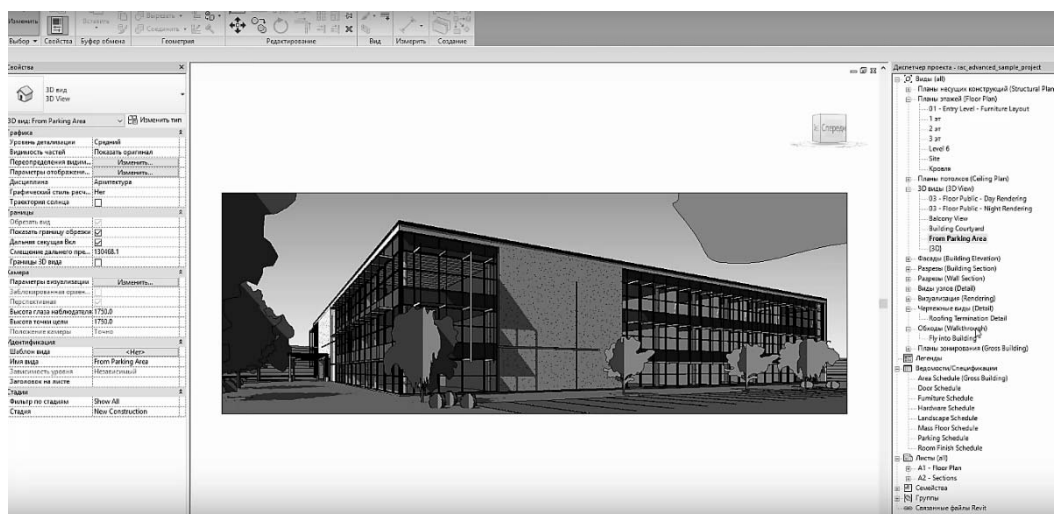

Рис. 1.25. Объемный вид
1) объемные виды (рис. 1.25). Это не рендер, а просто вид модели, его можно также именовать и размещать на листах;